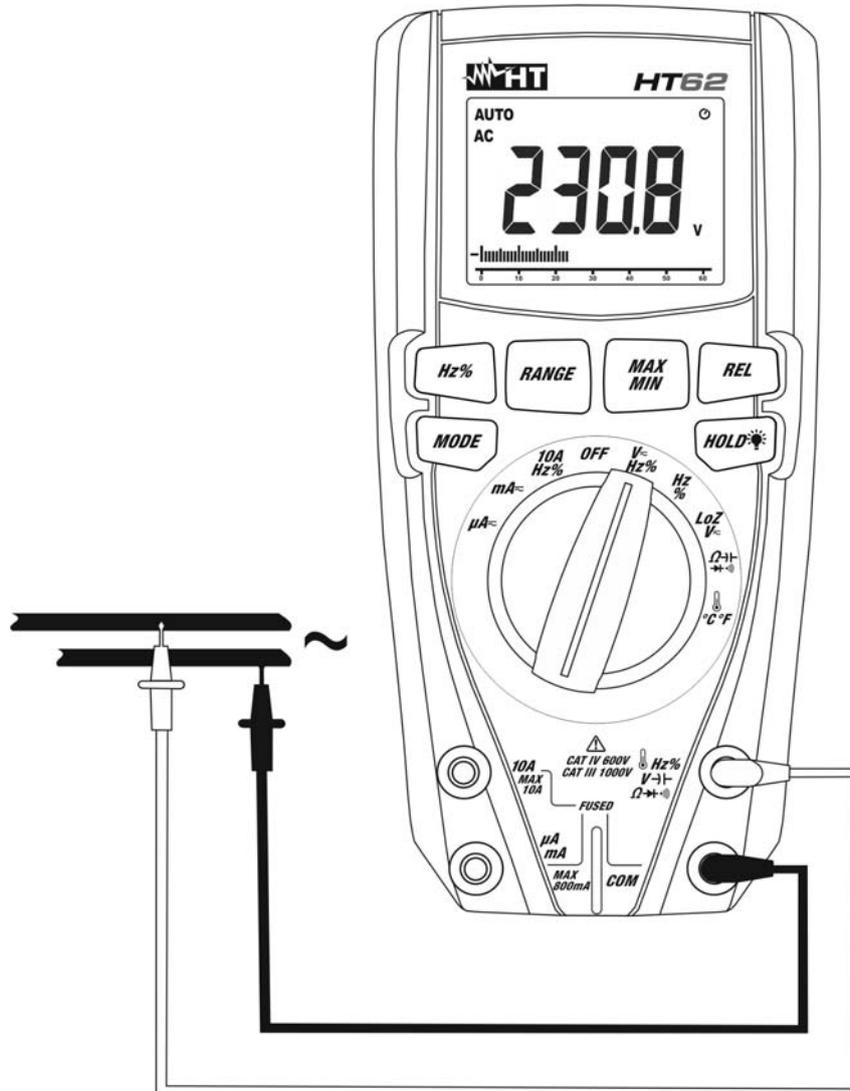

Fig. 3: Uso do instrumento para a Medição de Tensões CA
4. Colocar a ponteira vermelha e a ponteira preta respetivamente nos pontos do circuito em exame (ver Fig. 3). O valor da tensão é apresentado no display.